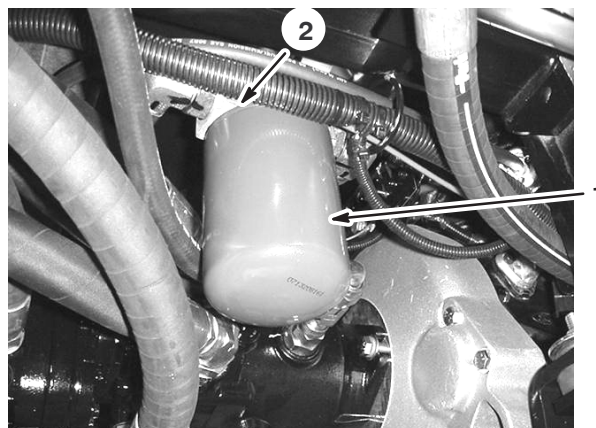

Figure 42
2. Nettoyez la surface autour de la surface de montage du filtre (Fig. 42).
4. Déposez le filtre (Fig. 42).
5. Lubrifiez le joint du filtre neuf (Fig. 42).